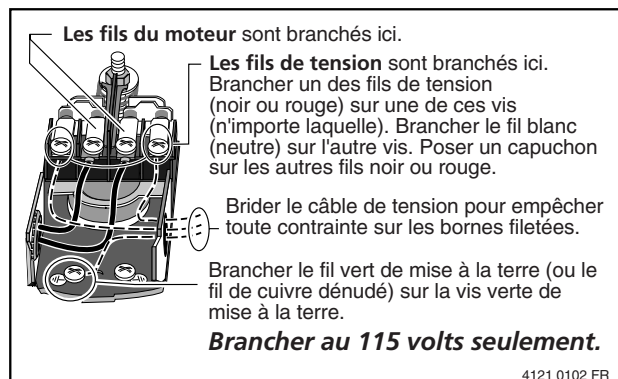

Figure 7 – Branchements des fils sur le courant d'alimentation en 115 volts
Le pressostat ressemblera à un de ceux illustrés à la Figure 7. En fonction du type de pressostat, le brancher sur le courant d'alimentation comme il est illustré.
1. Brancher tout d'abord le fil de mise à la terre, comme il est illustré à la Figure 7. Ce fil de mise à la terre doit être un fil de cuivre massif dont le diamètre sera au moins aussi gros que le diamètre des fils d'alimentation en courant.
4. Brancher les fils d'alimentation en courant sur le pressostat, comme il est illustré à la Figure 7.